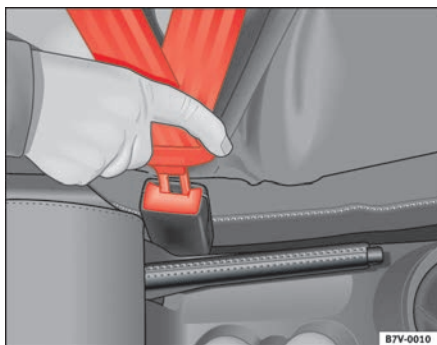

Fig. 10 Cierre y lengüeta del cinturón de seguridad
- Introduzca la lengüeta en el cierre del asiento correspondiente hasta que encastre de un modo audible ⇒ fig. 10.